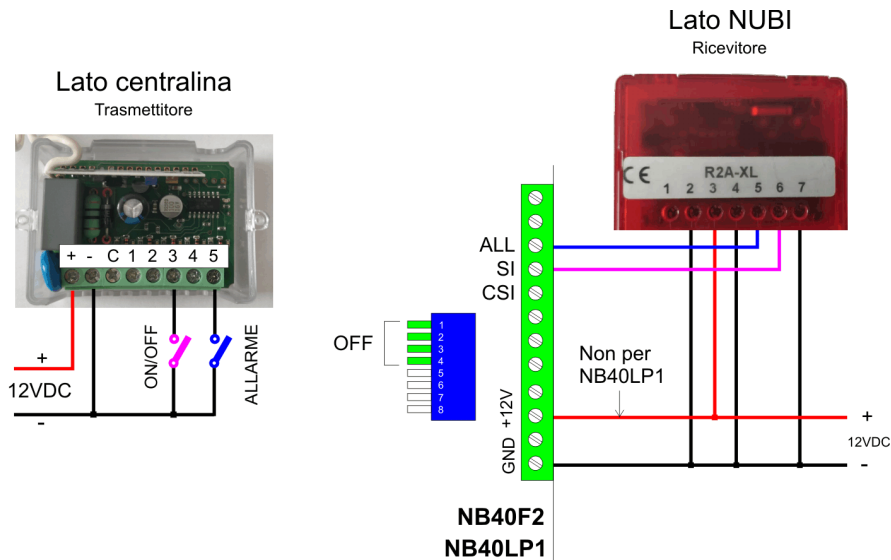

Figura 1
- La Figura 1 mostra il collegamento per utilizzare il sensore infrarosso e l'algoritmo intelligente di NUBI 4.0.